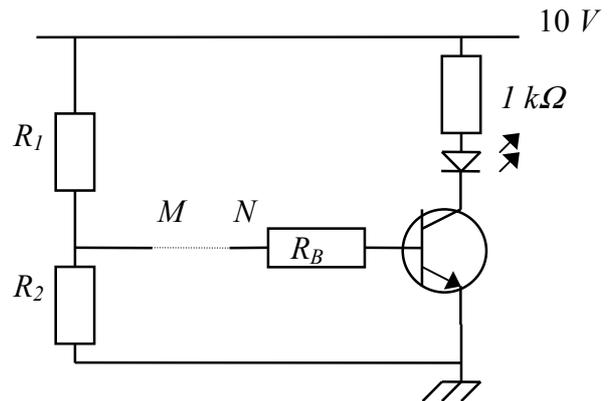

figure 2
3.1. Analyse du montage (figure 2)